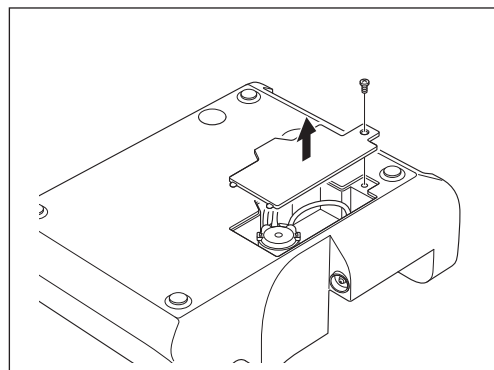

図51
- 2) コントロールユニットを裏返し、底面の注水ポンプカバーを留めているねじをプラスドライバーで取り外し、注水ポンプカバーを取り外します（図51）。